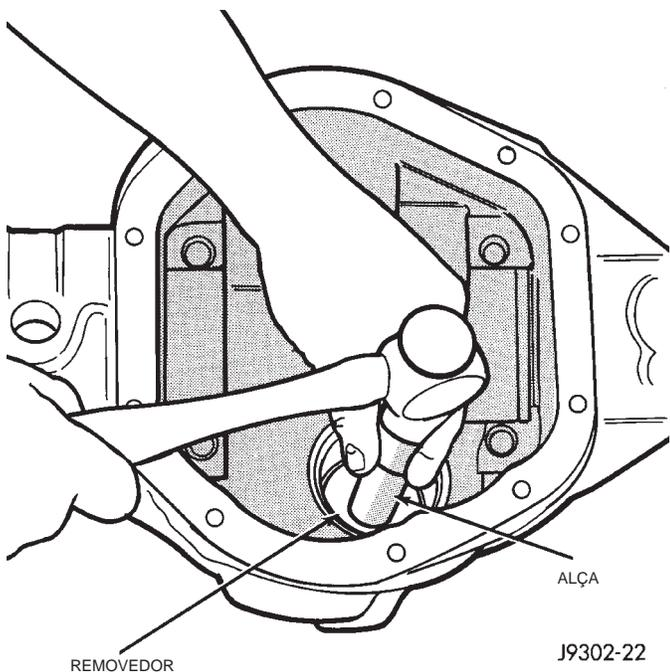

Fig. 28 Remoção da Tapa do Rolamento Dianteiro — Eixo de 8 1/4
(8) Remova a vedação do eixo do pinhão com a ferramenta adequada para fazer alavanca ou parafuso montado com martelo correção.
(9) Remova o impulsor de óleo, se equipado, e o rolamento do pinhão dianteiro.
(10) Remova a tampa do rolamento do pinhão dianteiro com:
- Removedor C-4345 e Alça C-4171 para os eixos de 8 1/4 (Fig. 28).